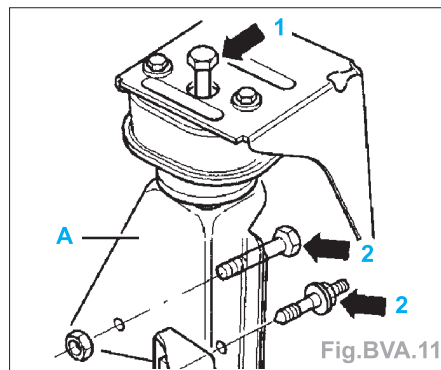

Fig. BVA.11
- Dévisser complètement le palier de fixation gauche (A) du silentbloc sur la carrosserie (flèche 1) (Fig. BVA.11).